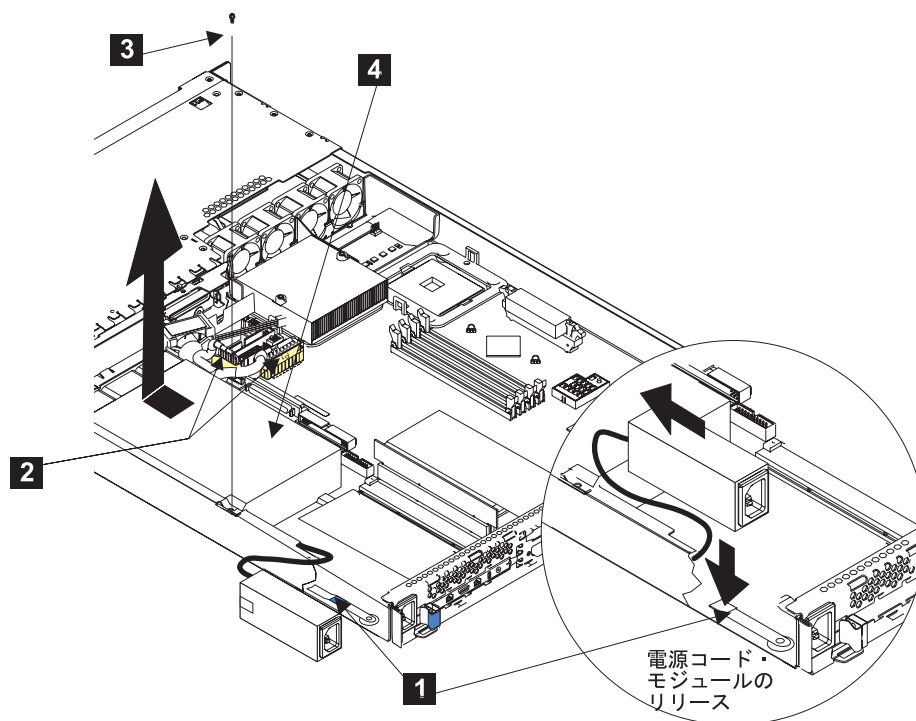

図 89. SAN ボリューム・コントローラー 2145-4F2 電源装置の取り外し
5. 電源ケーブル・モジュールの前部のクリップ **1** を押し下げて、SAN ボリューム・コントローラー 2145-4F2 の側面にあるスロットから位置合わせタブが解放されるまで、モジュールを SAN ボリューム・コントローラー 2145-4F2 の前面方向へスライドさせます。図 89 を参照してください。